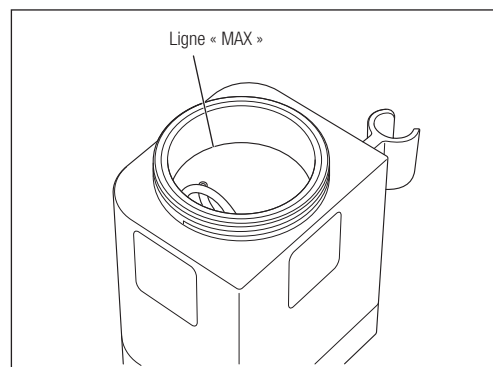

Fig. 23
- 1) Sélectionnez la chambre et la poudre qui seront utilisés avec ce mode. Remplissez la chambre de poudre jusqu'à la ligne « MAX » (soit environ 80 g de FLASH pearl ou 50 g de poudre Perio-Mate) (Fig. 23).